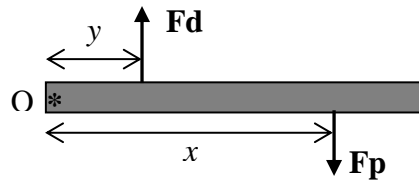

Figura 2. Esquema de la barra pivotada en O.
Se dispone de una barra de 50cm de longitud, de masa despreciable, sujeta por uno de sus extremos (O), con posibilidad de giro en torno a un eje perpendicular que pasa por O (Figura 2). Para anular el efecto de la masa de la barra, esta tiene un contrapeso a la izquierda del punto O. La barra permite colgar pesas de peso P a diferentes distancias, x